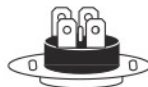

Рис. 7
- нажать до щелчка кнопку, расположенную по центру термовыключателя рис.7;